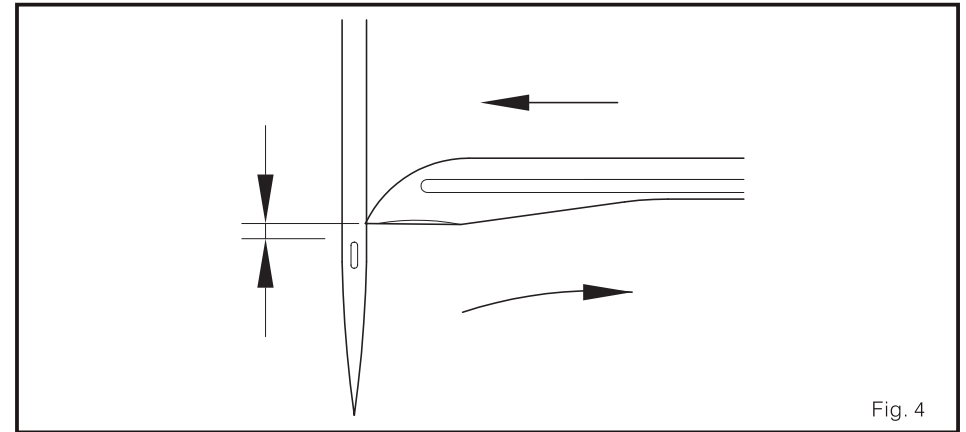

Fig. 4
1. o espaço quando o looper move à esquerda do ponto morto certo e a borda direita da agulha esquerda e na casa de botão de agulha e também quando o looper move por de trás à direita do ponto morto esquerdo e o centro da agulha esquerda e na casa de botão de agulha, eles deveriam ser mesmos. Esta é a relação de ritmo ou sincronização correta (Fig. 4)